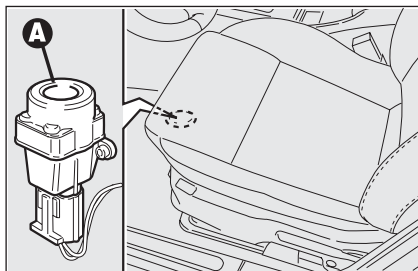

fig. 61
Para reactivar el interruptor de bloqueo del combustible, pulse la tecla **A-fig. 61**.
- ☐ pulse la tecla **A-fig. 61** para reactivar el interruptor de bloqueo del combustible;